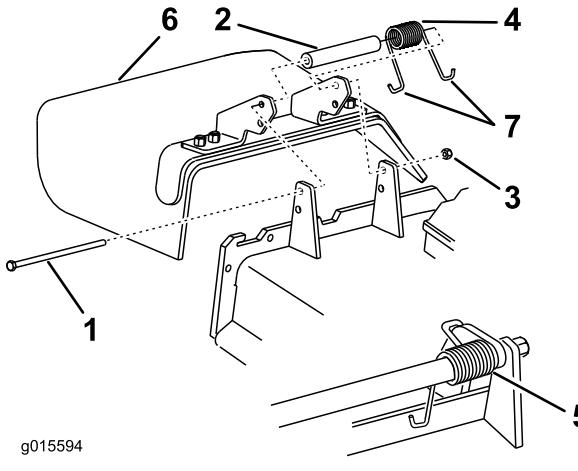

Рисунок 85
- Снимите контргайку, болт, пружину и проставку, удерживающие отражатель на кронштейнах оси поворота (Рисунок 85).
- Снимите поврежденный или изношенный отражатель травы (Рисунок 85).
**Примечание:** Убедитесь, что один J-образный конец пружины зацеплен за край деки, прежде чем устанавливать болт, как показано на Рисунок 85.
- Зацепите один J-образный конец пружины за отражатель травы (Рисунок 85).